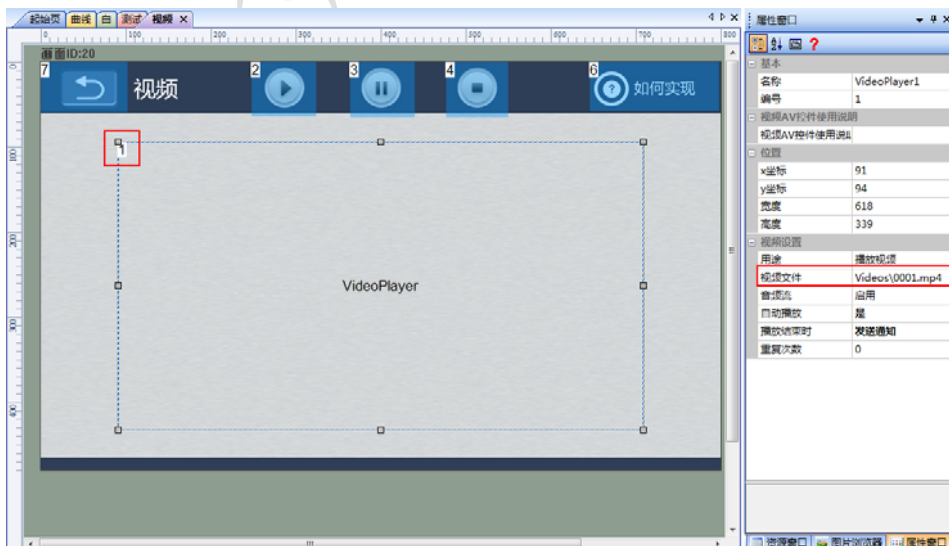

图 4-4 添加视频路径
1. 在工程配置时,选中视频播放控件在控件属性窗口中的“视频文件”设置为工程添加的视频，如图 4-4 所示：